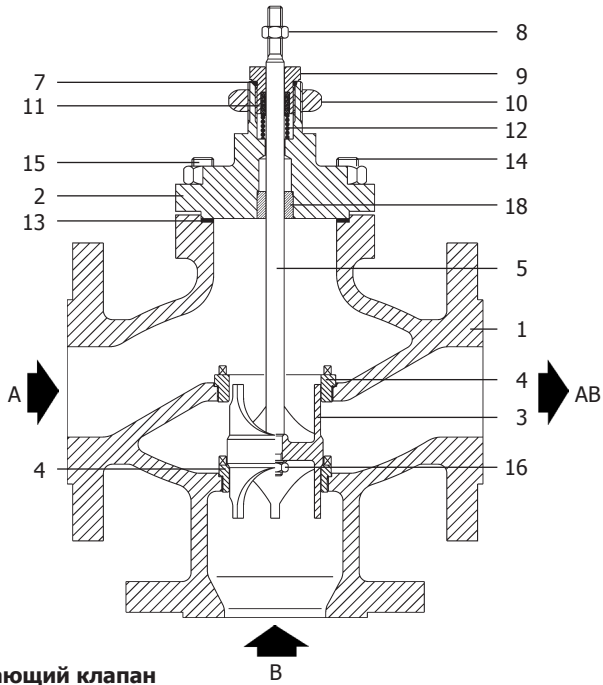

Рис. 1 Смешивающий клапан
4.2.1 Процедура замены шевронного (PTFE) уплотнения штока (см. рис. 1, 2 и 4)
4.2.2 Процедура замены графитового уплотнения (См. рис. 1, 2 и 5)